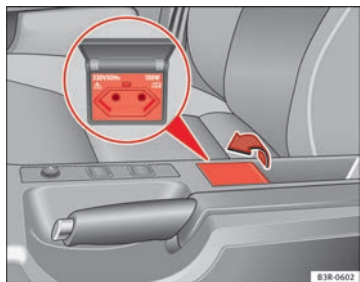

Abb. 126 Mitte der Mittelkonsole: 230-Volt-Steckdose.
- Die Kappe zum Öffnen anheben ⇒ Abb. 126.